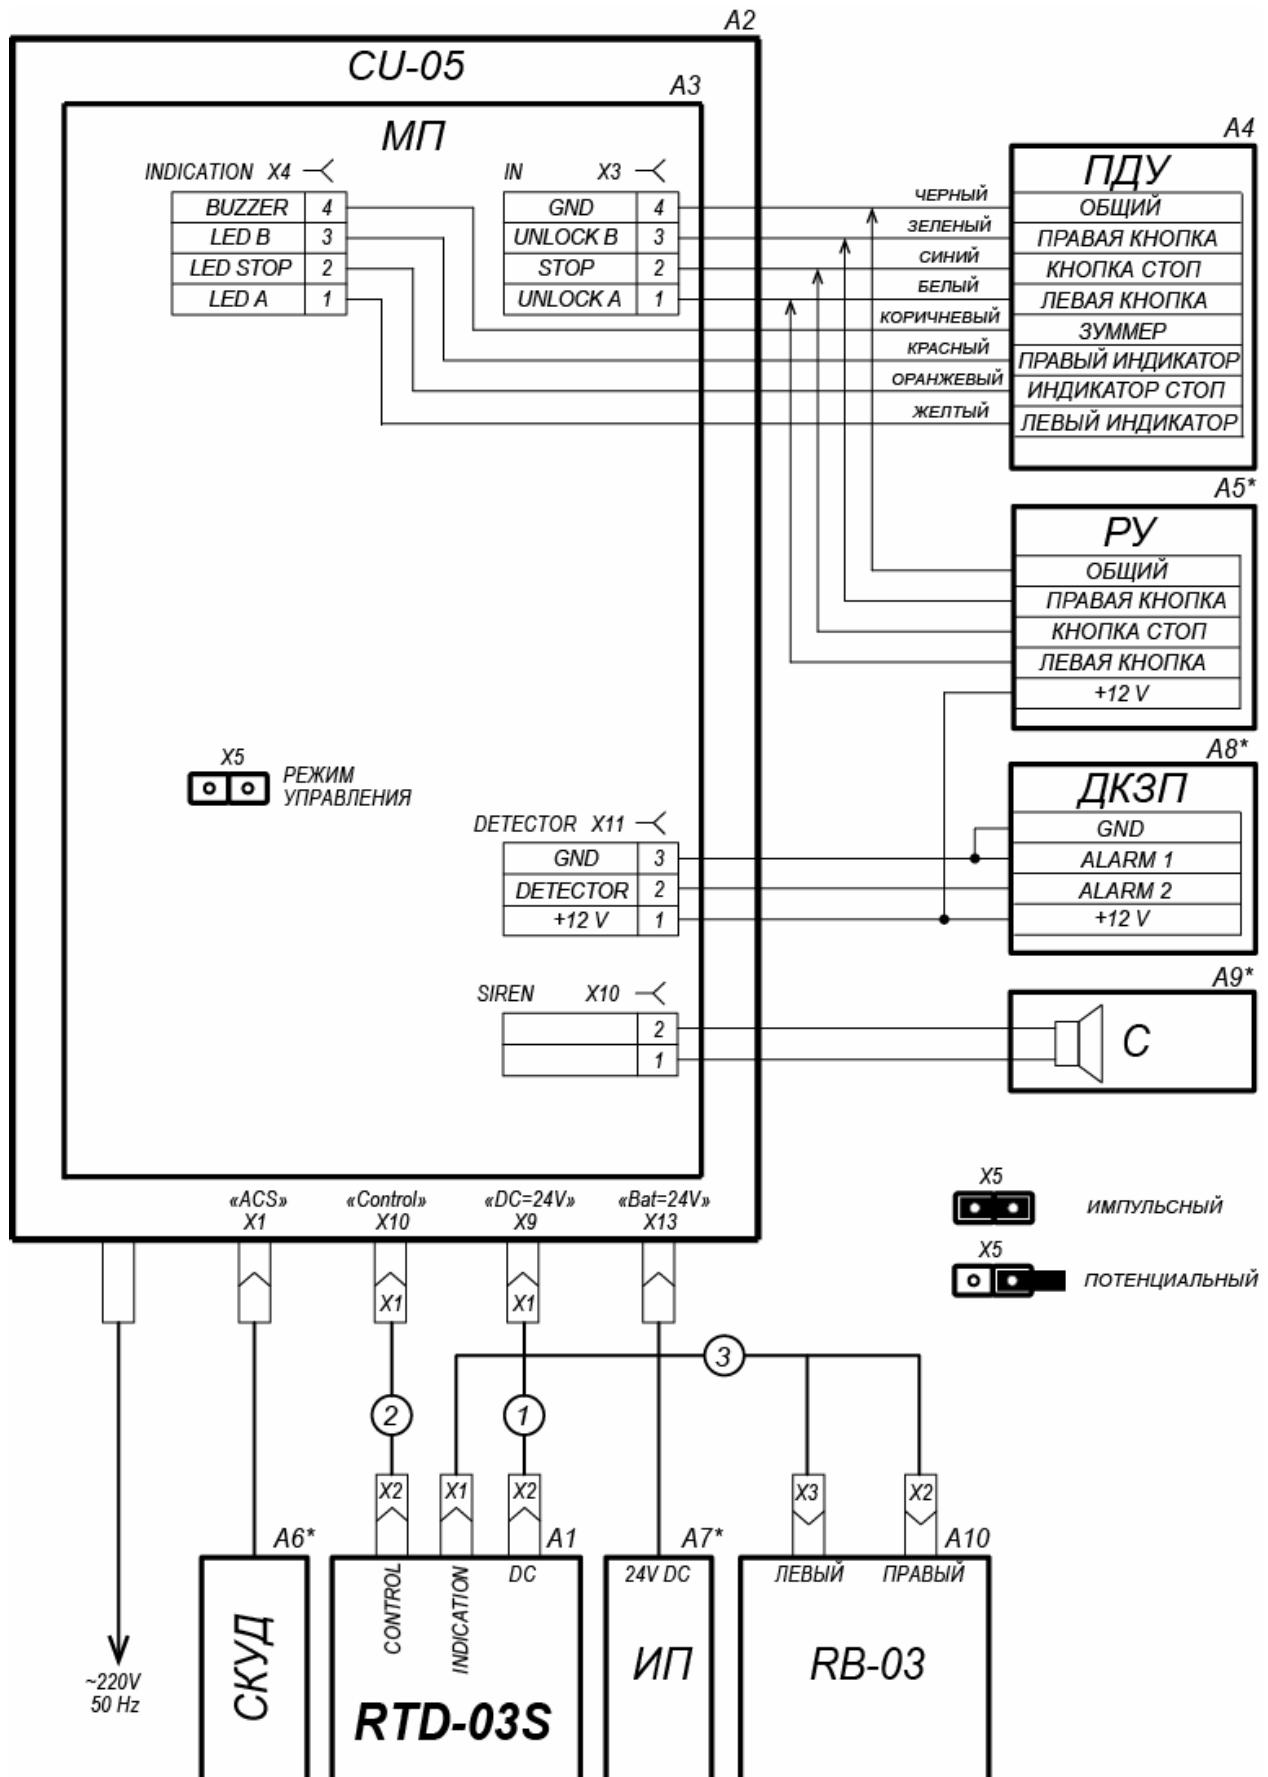

Рисунок 11. Схема электрическая соединений
- Подготовьте в полу кабельные каналы для прокладки кабеля управления (10) и кабеля питания (11) и отверстия под анкеры PFG IH 10 для крепления стойки турникета (3 отв. Ø16×60 мм). Установите гильзы анкеров в выполненные отверстия так, чтобы они не выступали над поверхностью пола.
- Извлеките из транспортировочного ящика и по кабельным каналам проложите от места установки БУ (8) кабели управления (10) и питания (11) к месту установки стойки турникета.
- Извлеките из транспортировочного ящика стойку турникета и положите ее на заранее подготовленную устойчивую подставку. Подключите кабели управления (10) и питания (11) к соответствующим разъемам, расположенным на блоке кабельных разъемов (16) внутри стойки с фланцем (2) в соответствии со схемой электрической соединений (см. рис. 11). Для этого необходимо извлечь блок кабельных разъемов (16), из стойки с фланцем (см. рис. 2). После подключения кабелей установите блок кабельных разъемов (16) внутрь стойки с фланцем (2) на высоту, обеспечивающую возможность дальнейшего монтажа. Установите стойку турникета в вертикальное положение.
- Извлеките из транспортировочного ящика створки (6). Установите заполнения створок (7) в держатели заполнения створок (15), выравнивая по высоте и соблюдая равномерность зазоров, и зафиксируйте их винтами держателей. Установите створки в патрубки (14) стойки поворотной (1). Через отверстия в